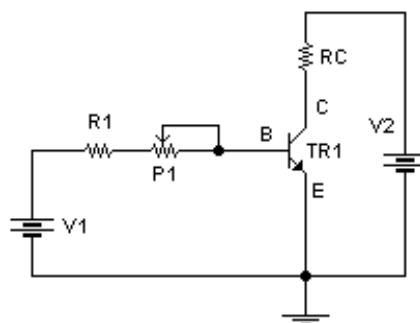

Figura 22
8.1 – Monte o circuito da figura 22.